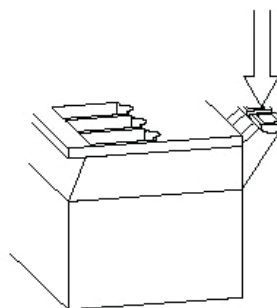

Figura No. 4
6. Retire $\frac{1}{4}$ del aislante de la punta de cada uno de los 4 alambres (sin líneas de detección) o 6 alambres con líneas de detección (ver la figura No. 4).
3. Retire 3" de la cubierta aislante exterior y enseguida retire 1/4" del aislante de cada uno de los 4 alambres y el blindado (sin líneas de detección) o 6 alambres y el blindado (con líneas de detección). Ver la Figura No. 4.